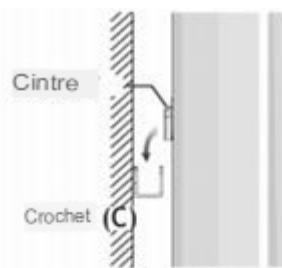

Fig. 9
5. Accrocher l'appareil aux deux crochets (C) au mur. Veillez à ce que l'appareil soit correctement fixé sur les deux crochets. (Figure 9).